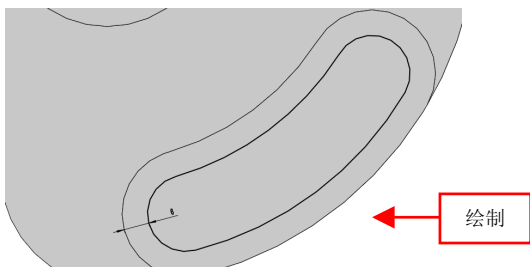

图 14-44 绘制草图对象
(1) 在【草图】选项卡中，单击【草图绘制】按钮，选择新绘制模型的表面为草图绘制平面，进入草图绘制环境，单击相应的按钮，绘制草图对象，如图 14-44 所示。